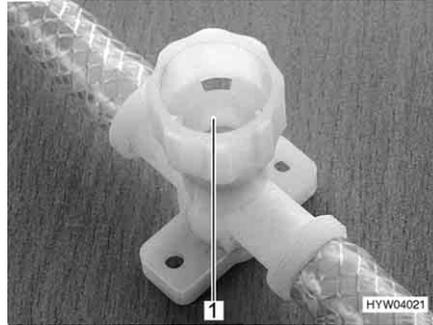

Bild 143 Ablasshahn für Therme
- Alle Ablasshähne schließen. Dazu die Kappen (Bild 143,1) im Uhrzeigersinn drehen.
- Alle Ablasshähne der Therme öffnen. Dazu die Kappen (Bild 143,1) entgegen dem Uhrzeigersinn drehen.